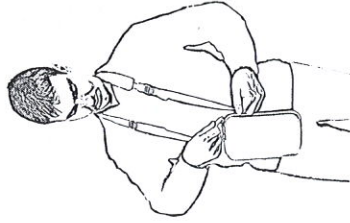

Рисунок 5 – Вскрытие ПДУ-5П в футляре
- сорвать стяжную ленту, дернув одной рукой за кольцо, а второй – за ремень срыва, и сбросить крышку футляра (рисунок 5);